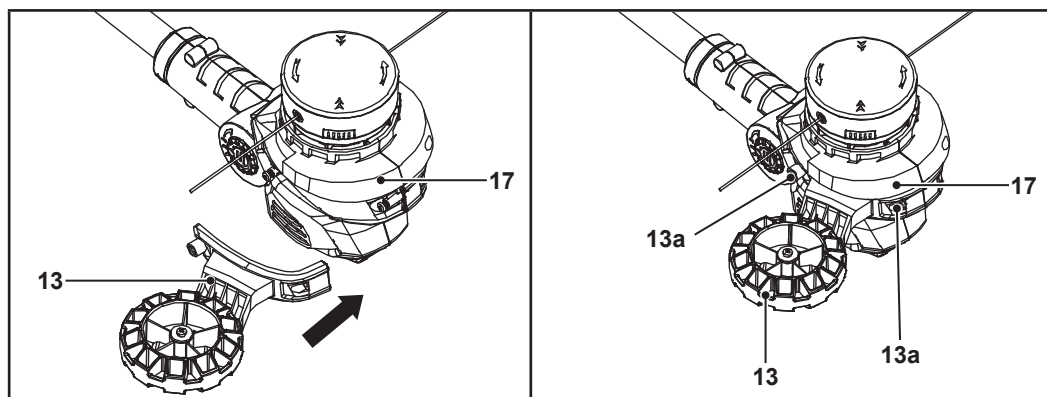

Fig. 3
1. Fixer la roue de coupe-bordures (13) sur la tête de coupe (17) (Fig. 3).
2. Fixer la roue de coupe-bordures (13) avec les 2 vis et les 2 rondelles (13a) (Fig. 3).